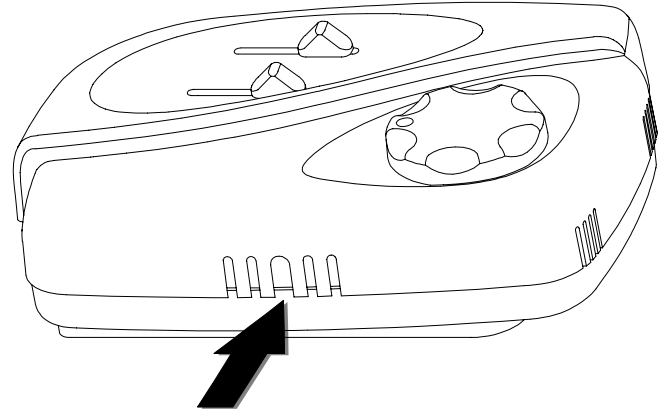
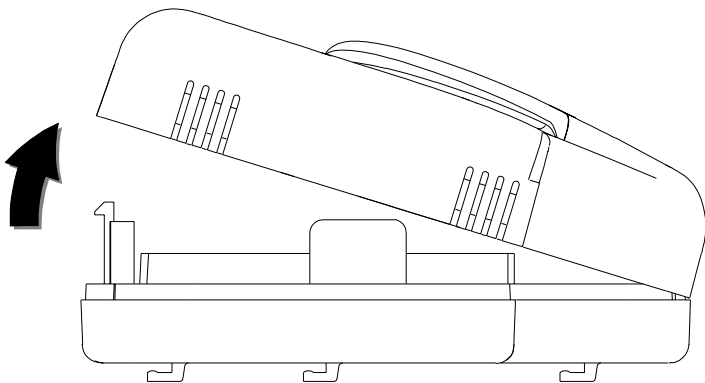

Рис. 2 Прорезь для открывания пластмассовой крышки
Рис. 3 Снятие крышки
1. Снимите крышку, нажав при помощи тонкой отвертки на фиксатор, расположенный в нижней прорези, как показано на Рис. 2, одновременно приподнимая переднюю крышку, как показано на Рис. 3.